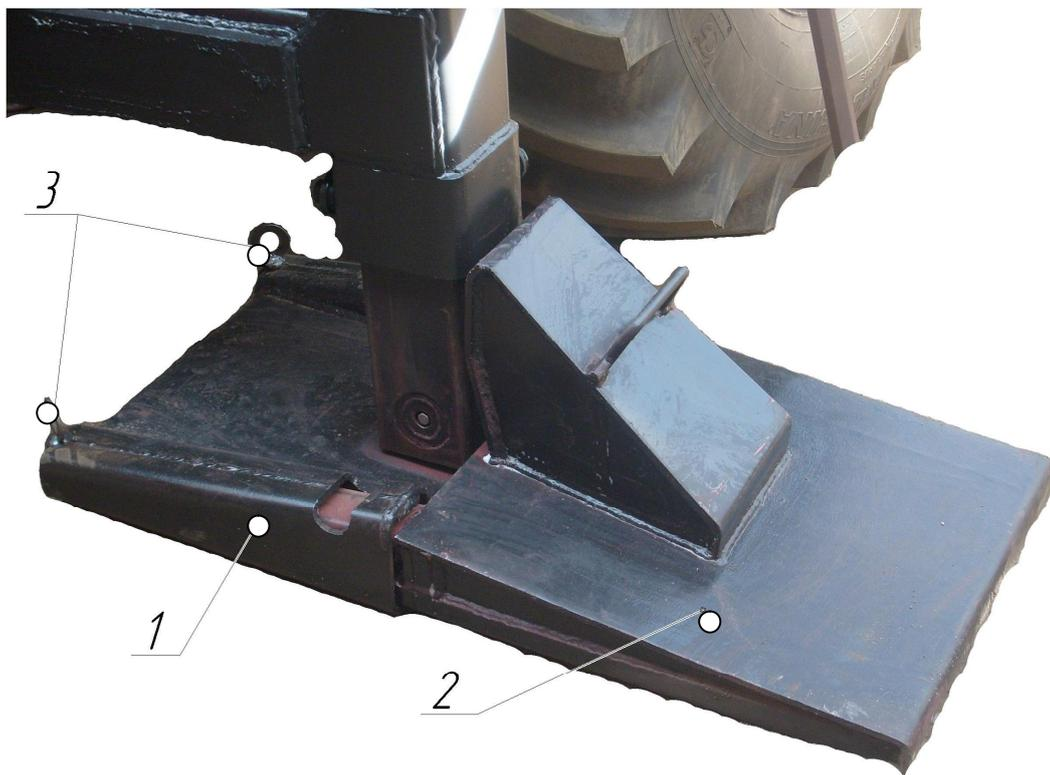

Рис.2 Установка вставной опоры на опору аутригера.
- 2.2.13** Запрещается работать экскаваторным оборудованием без применения дополнительных **вставных опор** (рис.2) и без вывешивания (опоры) на **ковш погрузчика**.
2.4.4 При работе экскаваторным оборудованием на опоры аутригеров навесить и закрепить вставные опоры (см. рис.2).